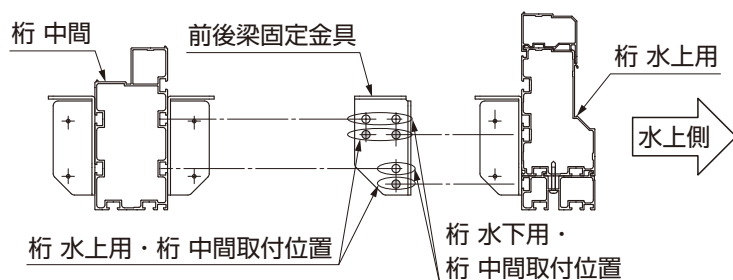

図6-7
- 前後梁固定金具の取付け位置が異なりますのでご確認ください。（図6-7参照）